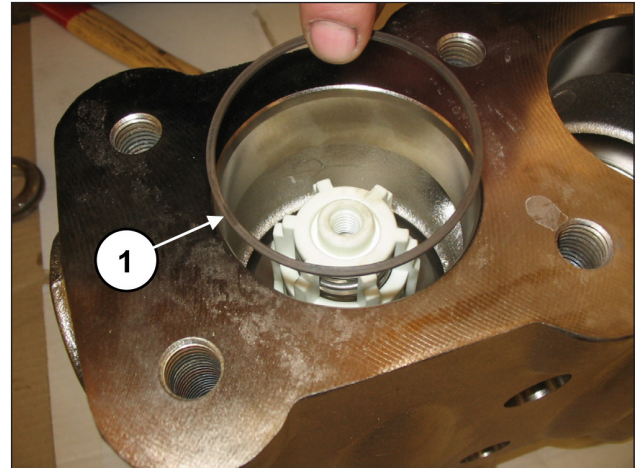

Fig. 126
Insérer la bague anti-extrusion, rep. vue éclatée 16 (rep. ①, Fig. 126).